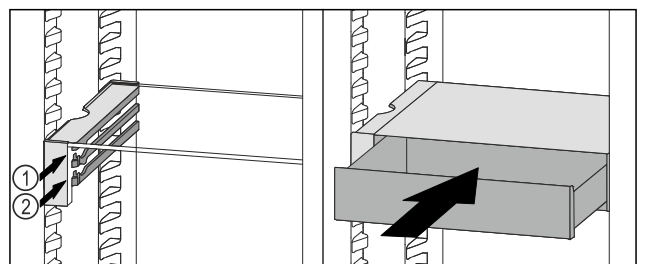

Fig. 97
- ▶ Поставете чекмеджето на VarioSafe зад ограничителите върху желаното ребро Fig. 97 (1) или Fig. 97 (2).